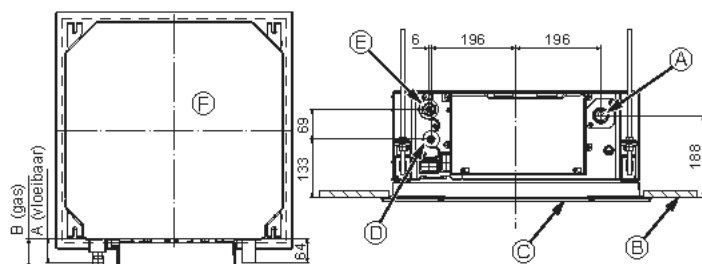

Fig. 5-7
5.4. Plaats van de koelstof- en afvoerleidingen (Fig.5-7)